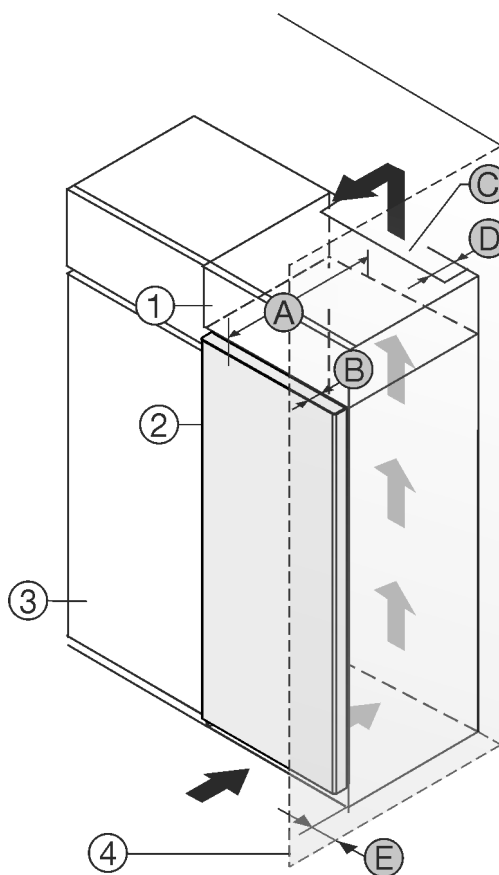

Fig. 1
- (1) Rehausse *
- (2) Appareil *
- (3) Placard de cuisine *
- (4) Mur *
- (A) Profondeur de l'appareil *
- (B) Profondeur de porte *
- (C) Section de ventilation *
- (D) Distance du dos de l'appareil *
- (E) Distance par rapport au côté de l'appareil *
Vous pouvez placer le réfrigérateur directement à côté de l'armoire de cuisine Fig. 1 (3)*
Une sortie d'air avec la profondeur Fig. 1 (D) doit être présente au dos de la rehausse sur toute sa largeur.*
La section de ventilation *Fig. 1 (C)* sous plafond doit être respectée.*
Si le réfrigérateur est installé avec les charnières près d'une paroi *Fig. 1 (4)*, la distance entre le réfrigérateur et la paroi doit être d'au moins 13 mm.*
Pour pouvoir ouvrir complètement les portes, le réfrigérateur doit dépasser de la profondeur de la porte *Fig. 1 (B)* par rapport à la façade du placard. L'appareil peut déborder encore plus en fonction de la profondeur des placards *Fig. 1 (3)* et de l'utilisation de cales d'épaisseur.*